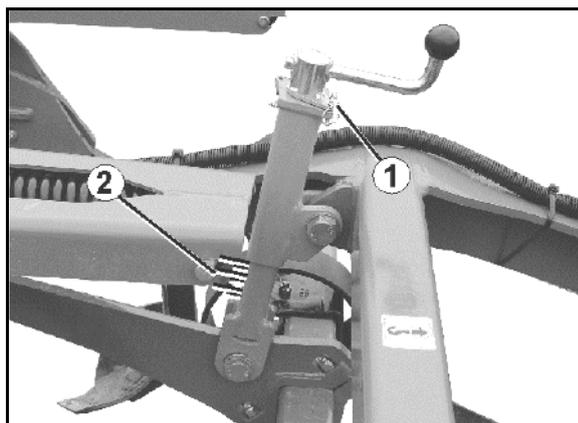

Fig. 33
1. Klappstecker (Fig. 33/1) ziehen.
- Zur Orientierung ist an den Einstellereinheiten eine Skala angebracht (Fig. 33/2).